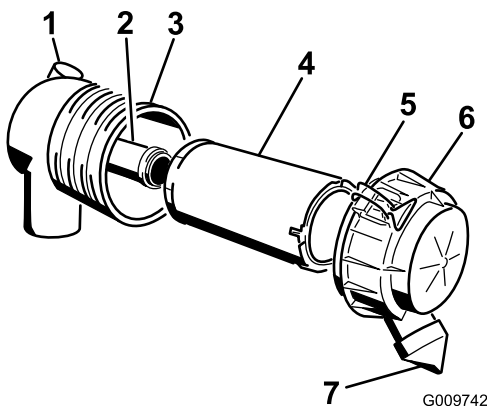

Figure 30
**Important:** Faites l'entretien du filtre à air uniquement quand l'indicateur de colmatage est rouge (Figure 30). Changer le filtre à air prématurément ne fait qu'accroître le risque de contamination du moteur par des impuretés quand le filtre est déposé.
4. Ouvrez les verrous du filtre à air et séparez le couvercle du corps du filtre (Figure 30).
1. Sortez l'élément principal du corps du filtre avec précaution (Figure 30). Évitez de cogner l'élément à l'intérieur du corps.
4. Si vous remplacez l'élément filtrant de sécurité, insérez-le avec précaution dans le corps du filtre (Figure 30).
5. Placez ensuite l'élément principal sur l'élément de sécurité avec le même soin (Figure 30). Assurez-vous qu'il est bien engagé en appuyant sur le rebord extérieur.
6. Reposez le couvercle du filtre à air, le côté portant l'inscription "UP" en haut, et fermez les dispositifs de verrouillage (Figure 30).